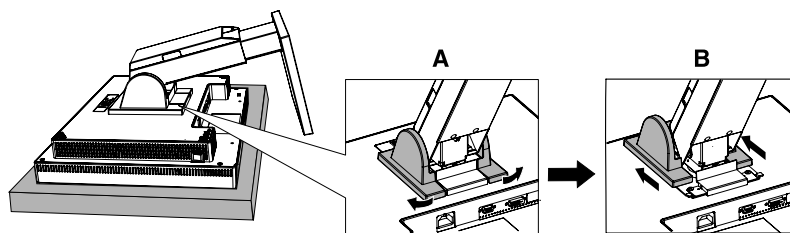

Figura S.3
3. Rimuovere i due pezzi di plastica. Utilizzare le dita per spingerli un poco lontano dal supporto, quindi spingerli verso l'alto (B) (**Figura S.3**).